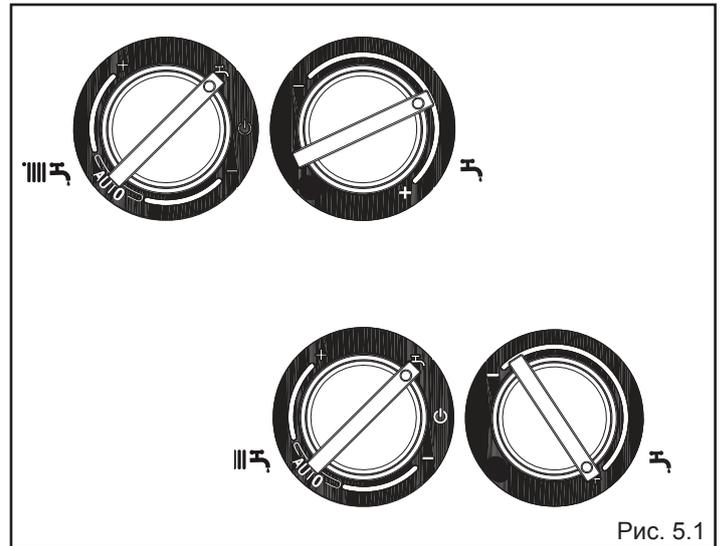

Рис. 5.1
- установите переключатель режимов работы режим «лето» «☀» (рис. 5.1)
- установите регулятор температуры в контуре ГВС (рис. 5.1) на максимальное значение.
– Откройте кран подпитки (находится вне котла) и держите его открытым до тех пор, пока давление не поднимется до уровня от 1 до 1,5 бар (рис. 5.1а).
Рис. 5.1а